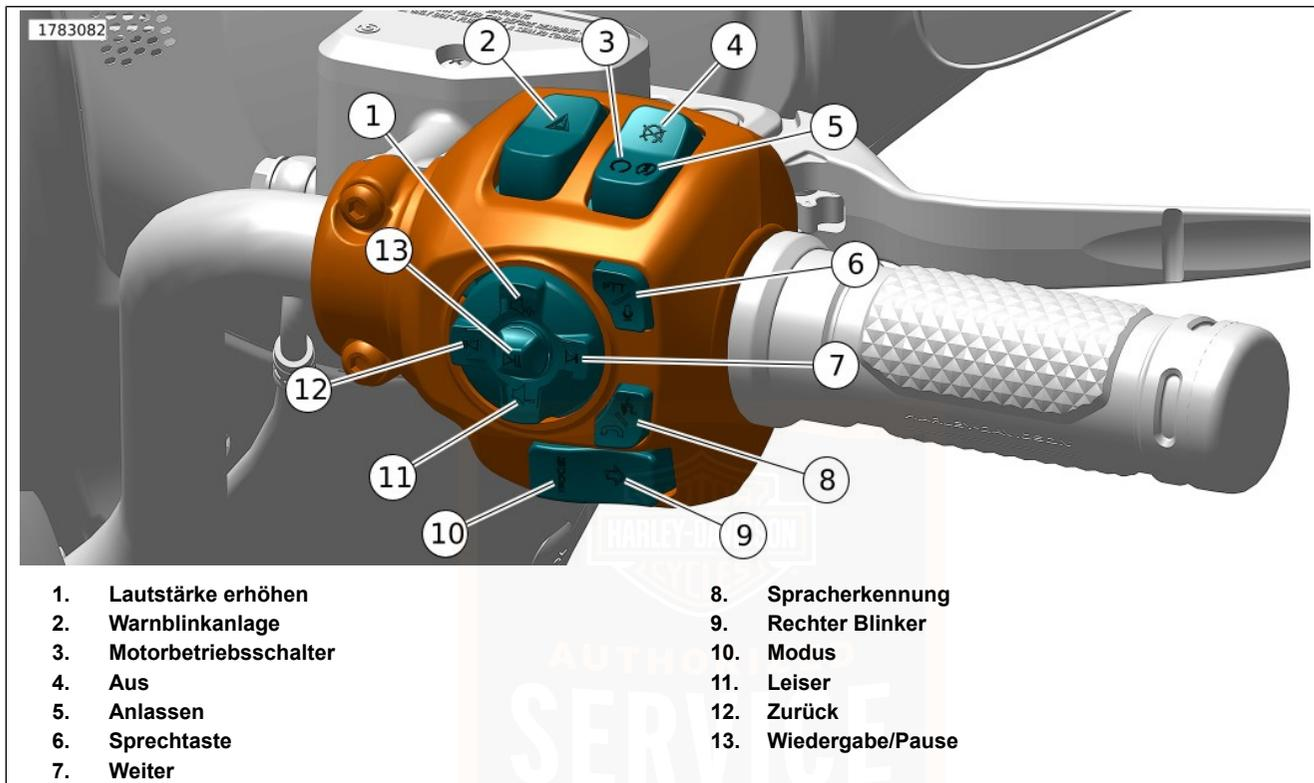

Abbildung 32. Rechtes Handbedienmodul (RHCM)
Siehe Abbildung 32. Der Warnblinkanlagenschalter (2) dient zur dauerhaften Aktivierung der Vierfach-Warnblinkanlage bei einem liegengelassenen Motorrad. Mithilfe der Warnblinker kann das Motorrad mit ausgeschalteter Zündung zurückgelassen werden, bis Hilfe geholt wird. Siehe Tabelle 27.
1. Während der Motorbetriebsschalter auf RUN (Ein) (3) steht, auf den Warnblinkanlagenschalter drücken, um die Vierfach-Warnblinkanlage zu aktivieren.
Siehe Abbildung 32. Den Motorbetriebsschalter auf OFF (Aus) (4) stellen, um den Motor abzustellen. Siehe Tabelle 27.
Siehe Abbildung 32. Den Motorbetriebsschalter auf RUN (Ein) (3) stellen, damit der Motor starten und laufen kann. Der Motorbetriebsschalter muss sich in der Stellung RUN (Ein) befinden, damit der Motor angelassen und betrieben werden kann. Siehe Tabelle 27.
Siehe Abbildung 32. Den rechten Blinkerschalter (9) zur Aktivierung des rechten Blinkers betätigen. Siehe Tabelle 27.
Siehe Abbildung 32. Die „Lautstärke erhöhen“-Taste (1) drücken, um die Lautstärke zu erhöhen. Siehe Tabelle 27.
Siehe Abbildung 32. Die „Weiter“-Taste (7) drücken, um die nächste Mediendatei auszuwählen. Siehe Tabelle 27.
Siehe Abbildung 32. Die „Lautstärke verringern“-Taste (11) drücken, um die Lautstärke zu verringern. Siehe Tabelle 27.
Siehe Abbildung 32. Die „Zurück“-Taste (12) drücken, um die vorherige Mediendatei auszuwählen. Siehe Tabelle 27.
Siehe Abbildung 32. Die „Wiedergabe/Pause“-Taste (13) drücken, um die aktuelle Mediendatei wiederzugeben oder anzuhalten. Siehe Tabelle 27.
Siehe Abbildung 32. Die Sprechtaste (6) dient bei entsprechend ausgestatteten Fahrzeugen der Bedienung der Fahrer/Sozius-Sprechanlage. Siehe Tabelle 27.
1. Siehe Abbildung 32. Den Motorbetriebsschalter auf RUN (Ein) (3) stellen. Das Getriebe in den Leerlauf schalten. Die (grüne) Leerlauf-Kontrollleuchte leuchtet auf. Siehe FUNKTIONSWEISE > ANLASSEN DES MOTORS (Seite 127) .
2. Den Anlasser durch Drücken des Motorbetriebsschalters auf START (5) betätigen. Siehe Tabelle 27.
Siehe Abbildung 32. Die Spracherkennungstaste (8) aktiviert die Spracherkennungsfunktionen an einem angeschlossenen Mobilgerät. Siehe Tabelle 27.
Siehe Abbildung 32. Die Modustaste (10) drücken, um den Fahrmodus zu ändern. Siehe FUNKTIONSWEISE > FAHRMODI (Seite 117) . Siehe Tabelle 27.
Siehe Abbildung 32. Die Rechten Lenkerbedienelementmodul (RHCM) -Tasten verwenden, um mit Lauter (1), Leiser (11), Nächster (7), Vorheriger (12) und Wiedergabe/Pause (13) die RHCM Einstellungen der Audiomedien anzupassen. Siehe: **BEDIENUNGSANLEITUNG > FUNKTIONSWEISE DER INFOTAINMENT-STEUEREINHEIT (IFCU)** (Seite 155).